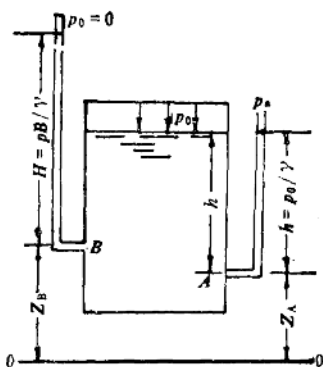

图 1-6 静压高度和测压管高度
(1) 水柱高度：如图1-6所示，在静止液体中 A 点处设一端口敞开的测压管，使 $p_0 = p_A$ ；在 B 点处设一端口封闭的测压管，并设法去净空气，使 $p_0 = 0$ 。通过测定水柱高度得知： $h = \frac{p_A}{\gamma}$ ，流体力学中称 $\frac{p_A}{\gamma}$ 为 A 点的测压管高度，也